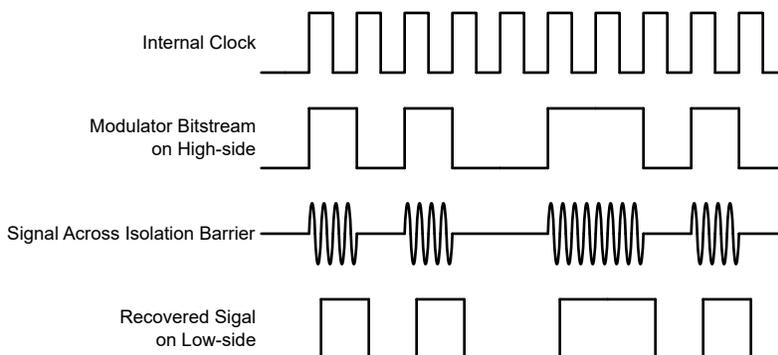

図 7-1. OOK ベースの変調方式
図 7-1 に示されているように、AMC0380D-Q1 は、オン / オフ キーイング (OOK) 変調方式を使用して、変調器の出力ビットストリームを、 SiO_2 ベースの絶縁膜間で伝送します。送信ドライバ (TX) を 機能ブロック図 示します。TX は、内部で生成された高周波キャリアを絶縁バリア越しに送信し、デジタル 1 を表現します。ただし、TX はデジタル 0 を表す信号を送りません。AMC0380D-Q1 で使用されるキャリアの公称周波数は 480MHz です。